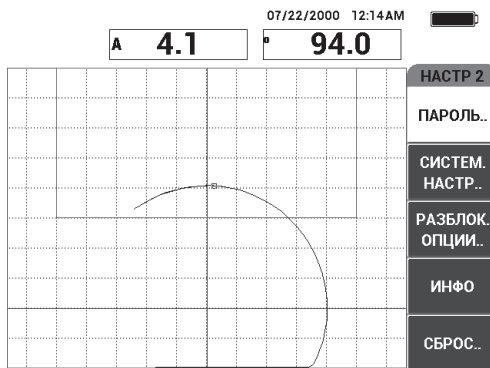

Рис. 7-3 Меню ИНФО
2. Нажмите клавишу D, чтобы открыть меню **ИНФО** (см. Рис. 7-3 на стр. 189).